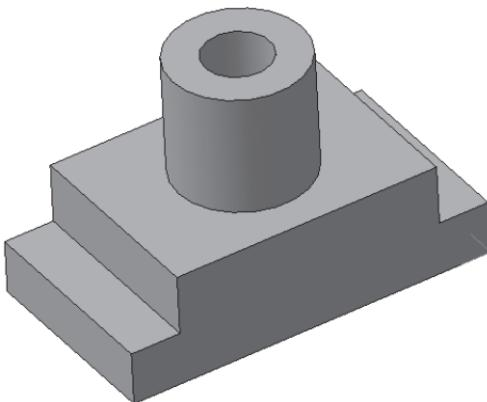

Рис. 163
- – создайте объект (рис. 163). Сохраните под именем *Опора1*.